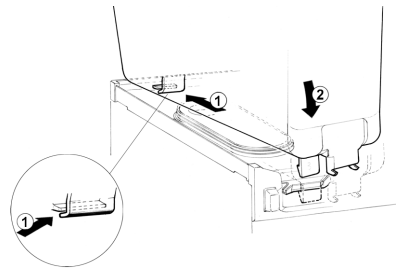

figure 7
- 5 Placer le réservoir sur l'appareil. Pour faciliter cette opération, mouiller avec de l'eau le joint du réservoir. Veuillez contrôler que le crochet sur le côté postérieur de la cuve est bien placé dans son siège sur l'égouttoir supérieur. (voir figure 7).